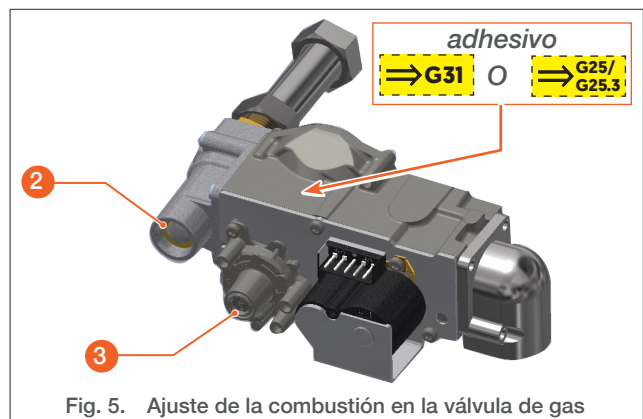

Fig. 5. Ajuste de la combustión en la válvula de gas
- ▶ En la válvula de gas (Fig. 5), coloque el adhesivo amarillo que indica que se ha realizado una transformación para el tipo de gas.